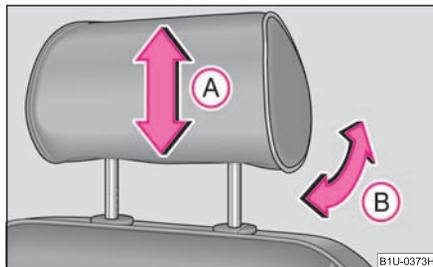

Fig. 62 Régler les appuie-tête
- Saisissez l'appuie-tête latéralement avec les deux mains et faites-le coulisser vers le haut ou le bas dans le sens de la flèche **A** ⇒ fig. 62.
- Les appuis peuvent être adaptés à la tête en les inclinant dans le sens de la flèche **B** ⇒ fig. 62. La position est encore plus confortable en ajustant l'appuie-tête.